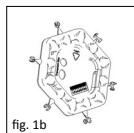

fig. 1b
■ fig. 1b/6 Les gabarits au dos du Sizer Disk (fig. 1b) correspondent à la dimension minimum du greffon qui sera intercalé entre le tympan et la prothèse (fig. 6).